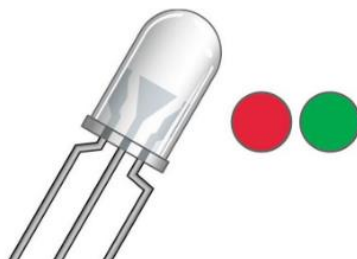

Figura 04 – Led bicolor
- **Leds bicolores:** Possuem duas cores, normalmente verde e vermelho, figura 04, mas existem de outras cores também, podem ter dois ou três terminais, ser difusos ou transparentes, e ter suas cores combinadas para formarem outras cores.